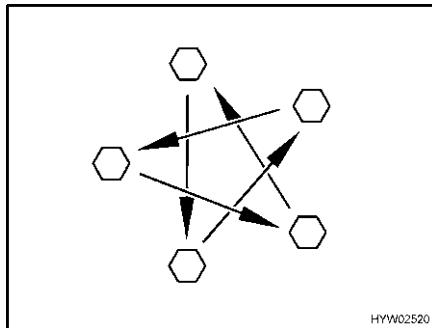

Fig. 139 Serrare a croce i dadi o i bulloni delle ruote
- Controllare regolarmente il serraggio dei dadi o dei bulloni. Regolare a croce (Fig. 139) il serraggio dei dadi o dei bulloni di una ruota sostituita dopo circa 50 km.
- ▷ Serrare a croce i dadi o i bulloni delle ruote (Fig. 139).